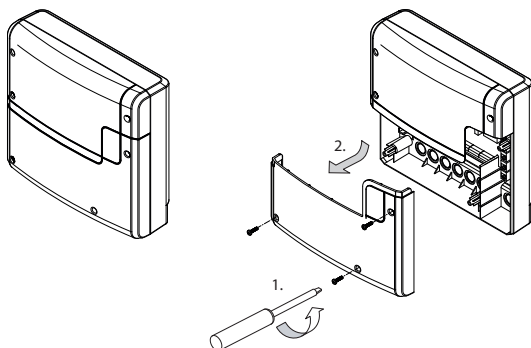

Abb. 1
1. Nehmen Sie die untere Abdeckung des Leistungsteils ab. Dazu lösen Sie die 3 Schrauben komplett und ziehen den unteren Gehäuse-Deckel kurz nach unten und dann nach vorne ab (Abb. 1).